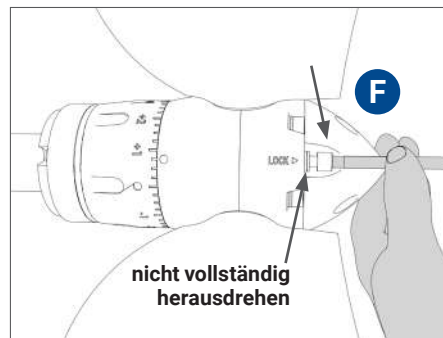

ABB. 24 | Lösen der Feststellschraube
- Lösen Sie die Feststellschraube (gekennzeichnet mit **F** in **Abb. 24**) um 5-6 Umdrehungen. So können Sie die Steigung einstellen, ohne Gefahr, die Schraube im Wasser zu verlieren (Achtung: Bei 10 Umdrehungen wird die Schraube vollständig aus dem Propeller herausgedreht, es besteht die Gefahr, dass sie verloren geht).